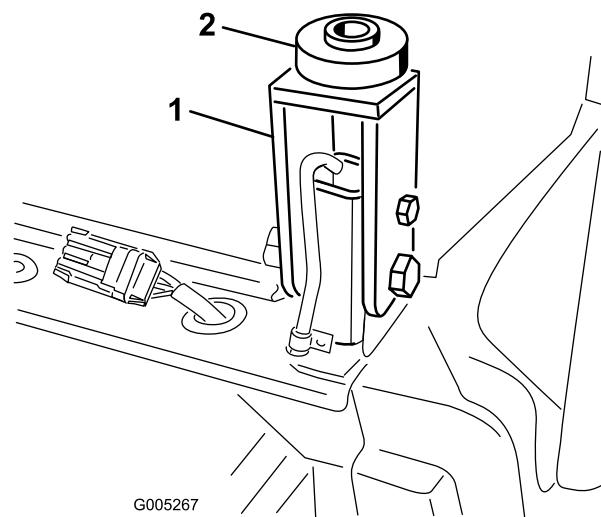

**Figure 111**
34. Ajustez le cric ou agitez la cabine manuellement afin de pouvoir installer les boulons (3/4 po) de chaque côté (Figure 111).